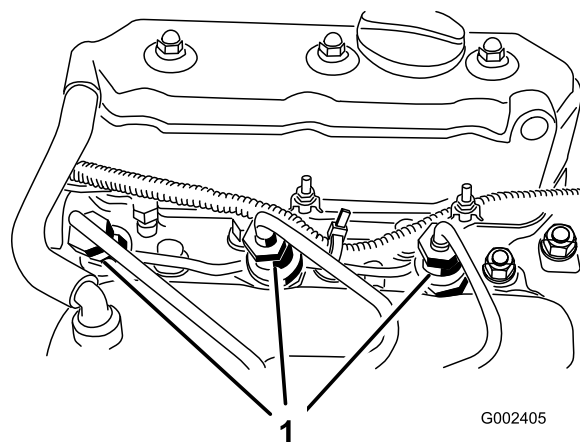

Figura 51
2. Allentate il collegamento del tubo all'ugello n. 1 e al gruppo supporto (Figura 51).